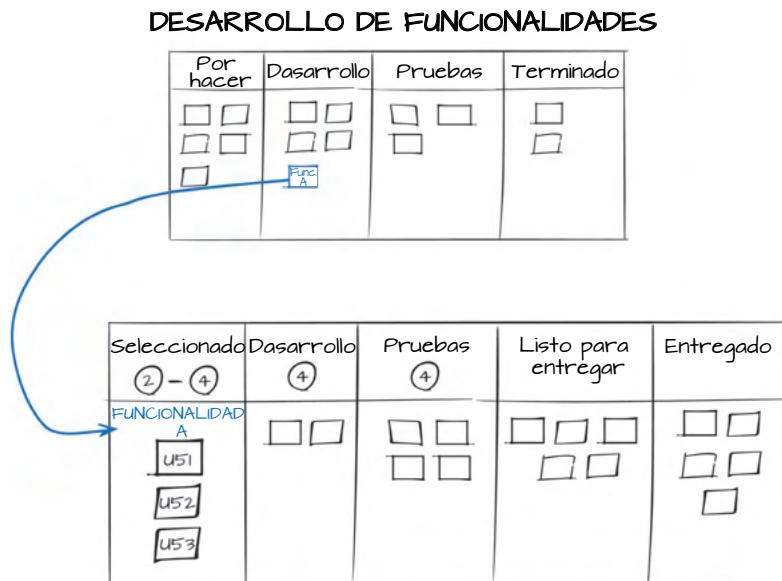

Figure 17 Ejemplo de crecimiento a lo alto
*Crecimiento a lo alto* Teniendo en cuenta la jerarquía de elementos que forman las entregas, cada nivel puede tener potencialmente distintas características de flujo. Por ejemplo, una “historia de usuario” es una pequeña parte de una “funcionalidad” de un producto de software que es una parte de una entrega de software. Kanban puede ser usado en cada uno de esos niveles con diferentes flujos de trabajo y normas en cada nivel. Esta dimensión usa la naturaleza “sin escalas” de Kanban: se aplican los mismos principios y prácticas generales cualquiera que sea el tamaño del elemento de trabajo, incluso cuando la naturaleza del trabajo en diferentes escalas implica sistemas y normas muy diferentes (Fig 17).